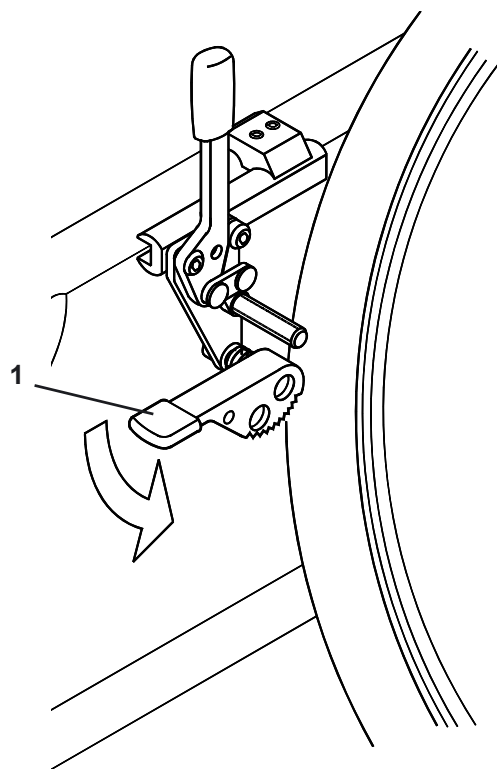

Fig. 21
Des dispositifs anti-recul (Fig. 21) peuvent être montés en version standard sur les fauteuils RX/RXS Norsk. Pour se servir du dispositif anti-recul, pousser le levier (1) vers le bas. Vous sentirez qu'il passe sur un verrou chargé par ressort, une fois cela fait, il sera en position de fonctionnement. Si le dispositif anti-recul n'est pas nécessaire, tirer le levier vers le haut par dessus le verrouillage chargé par ressort.